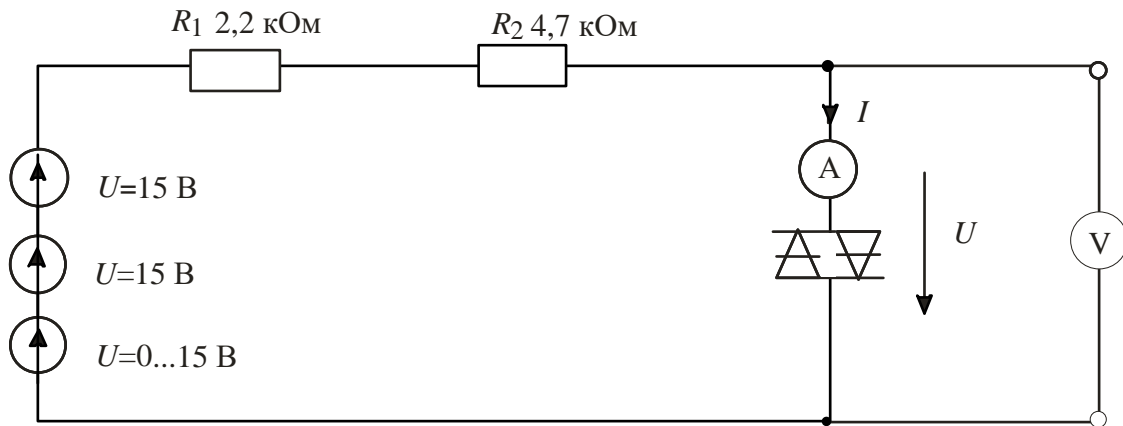

Рисунок 4 – Схема для снятия статической характеристики симистора
1.1. Соберите цепь согласно схеме (рис. 4). Если вы используете виртуальные приборы, то установите период измерения 0,02 с.